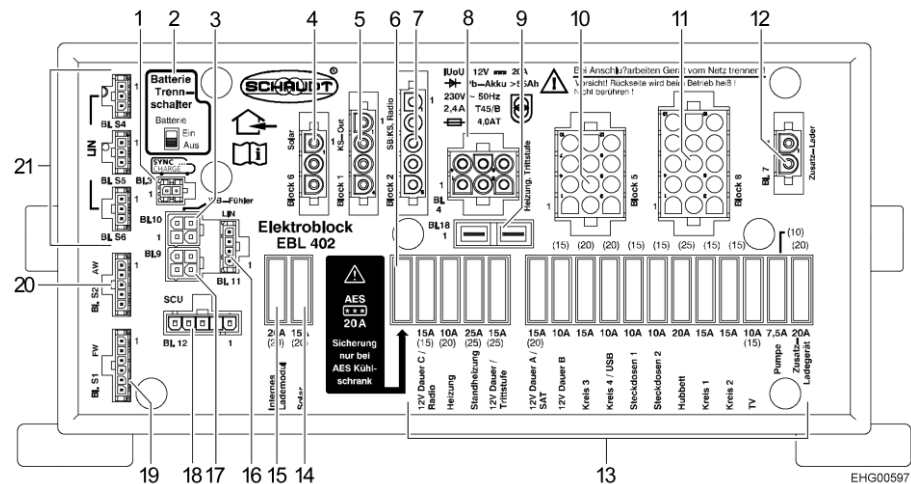

Fig. 143 Bloque eléctrico (EBL 402)
- Desplazar el separador de batería (Fig. 143,2) en el bloque eléctrico EBL 402 a la posición "Aus" (Off).
- Desplazar el separador de batería (Fig. 143,2) en el bloque eléctrico EBL 402 a la posición "Ein" (On).